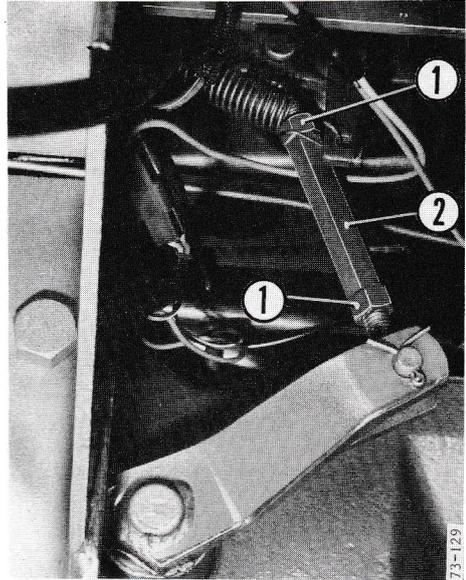

Figure 75
- 1 - Desserrer les écrous 1 aux deux extrémités du tendeur 2 figure 75, puis régler celui-ci pour obtenir cette distance lorsque les doigts sont au contact de la butée